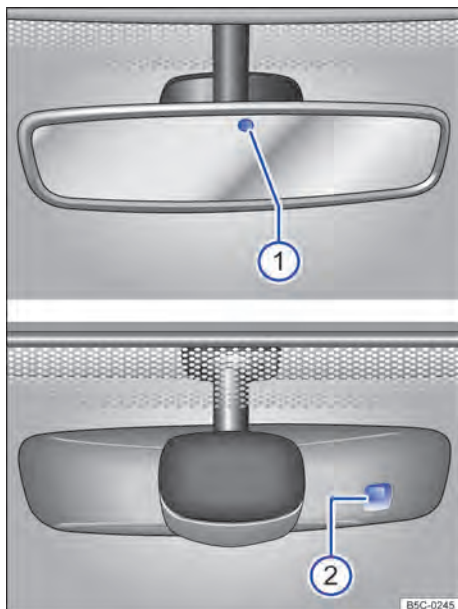

Fig. 89 No para-brisa: espelho retrovisor interno com antiofuscante automático.
Com a ignição ligada, os sensores medem a incidência traseira → Fig. 89 ① e dianteira de luz ②.